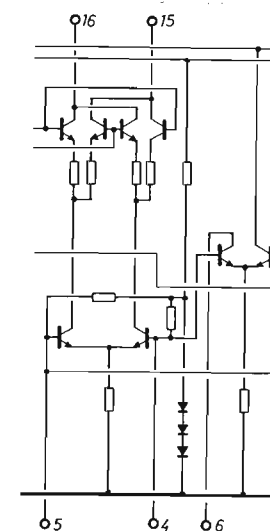

Fig. 4 - Il segnale composto, prelevato dal piedino 15 del circuito del mixer qui riprodotto, viene inviato al filtro ceramico.
**Fig. 4 - Schema indicativo d'insieme di tutte le parti che compongono il ricevitore descritto nel testo. La composizione circuitale del modulo elettronico è riportata soltanto in forma indicativa ed orientativa; manca invece l'alimentatore, che può essere inserito nella zona libera di destra.**
Fig. 4 - Per eliminare i disturbi provocati dalla dinamo si collega un condensatore (C1) da 500.000 pF - 1.000 VI sulla presa di corrente. Il condensatore deve essere di tipo per auto, avvolto da una carcassa metallica che deve rimanere in intimo contatto elettrico con la massa.